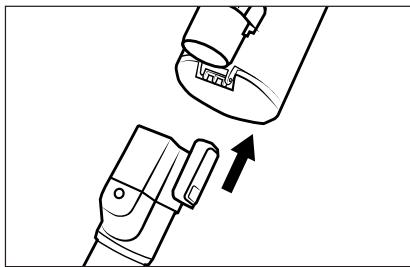

Fig. 1
- 1) Glissez le tube d'aspiration ②3 sur l'appareil jusqu'à ce qu'il s'enclenche de manière audible avec un clic (voir fig. 1).